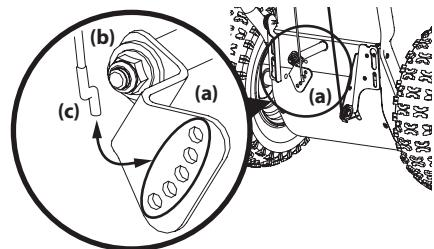

Figura 2-58
- Eleve la ménsula divisora del cable de cambios (a) para que el cable quede flojo (b). Consulte la Figura 2-58.